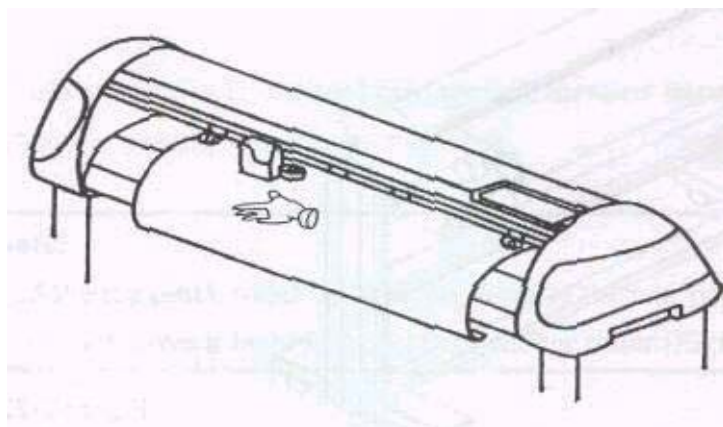

Рис. 2-25
2. Подача материала на рабочий стол - так же как п. 2.4.1. «Загрузка листового материала». После загрузки рулонного материала расправьте его на рабочем столе плоттера и твердо придерживайте передний край рулона (рис. 2-25).